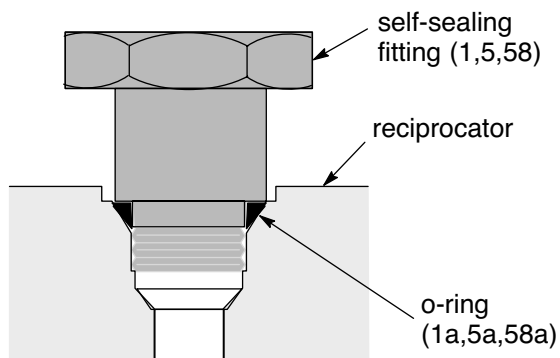

Рис. 4
Модели 239882, 224741 и 224742: затяните самоуплотняющиеся фитинги (1, 5, 58) со сменными уплотнительными кольцами. Если это не приведет к устранению утечки, замените уплотнительные кольца (Рис. 4).
4. Медленно ослабьте фитинги гидравлического источника подачи (58) и обратной линии (5), чтобы сбросить остаточное давление, а затем отсоедините шланги. Установите заглушки на трубные фитинги и на концы шлангов. Проверьте уплотнительные кольца (5а, 58а) на фитингах и, в случае их износа или повреждения, произведите замену. См. Рис. 4, Рис. 5 и Чертеж деталей.
5. Установив ленточный ключ на поршневой цилиндр (108), выкрутите его из переходника насоса (43) и снимите с насоса.
6. Потяните соединительный шток (117) вниз до упора. Снимите шплинт (118) с нижней части штока поршневого насоса (34) и откручивайте соединительный шток до тех пор, пока он не отсоединится.
3. Ослабьте обе гайки, расположенные на трубке (45). С помощью гаечного ключа поверните трубные фитинги (1, 58) в сторону и извлеките трубку (45). Проверьте уплотнительные кольца (1а, 58а) на фитингах и, в случае их износа или повреждения, произведите замену. Во избежание загрязнения вставьте в фитинги заглушки (Рис. 4 и Рис. 5).